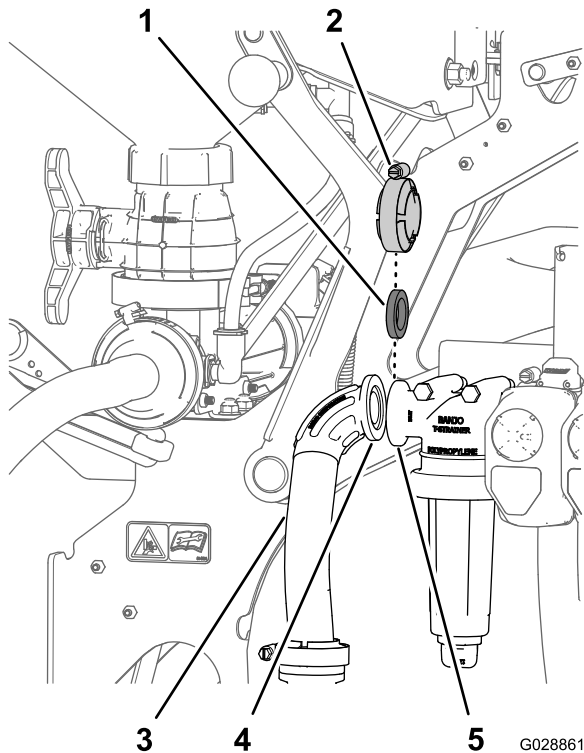

Figura 28
1. Alinhe a flange da união 90° do tubo de entrada com a flange da cabeça do filtro de pressão (Figura 28).
2. Fixe o tubo de entrada na cabeça do filtro de pressão com a junta e o grampo flangeado (Figura 28) que retirou em 1 de Preparação para instalar a válvula do misturador (página 11).